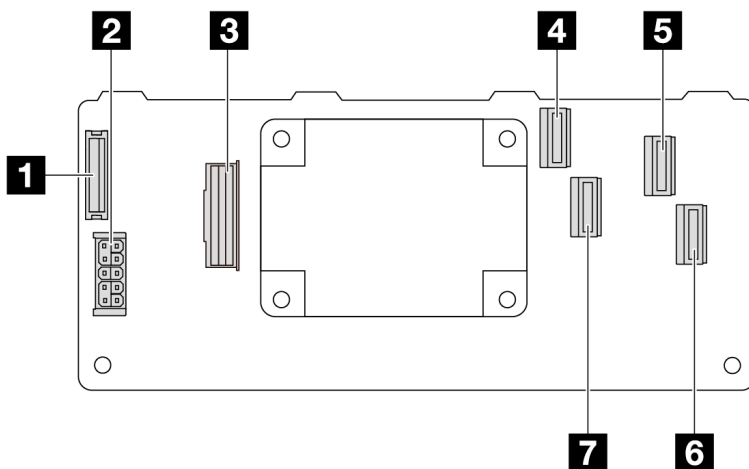

Figura 299. Adattatore RAID CFF 16i Gen 3 (quattro connettori di porta)
- Figura 299 "Adattatore RAID CFF 16i Gen 3 (quattro connettori di porta)" a pagina 302